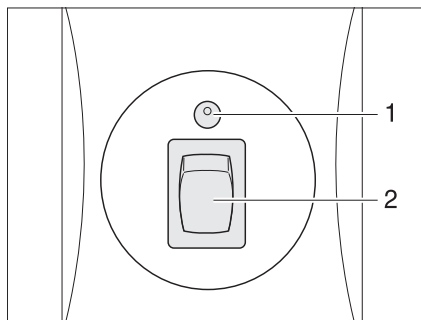

Fig. 143 Unité de commande
Seules les fonctions électriques peuvent être activées sur l'unité de commande (Fig. 143). Les robinets principaux des bouteilles de gaz doivent être ouverts manuellement.
Le voyant de contrôle sur l'unité de commande indique l'état de l'installation de gaz. Quand le voyant de contrôle (Fig. 143,1) est vert, l'installation fonctionne correctement. Il y a un dérangement quand le voyant de contrôle rouge clignote ou est allumé. L'alimentation en gaz est coupée.
- Allumer l'installation sur l'unité de commande (Fig. 143). Mettre le commutateur à bascule (Fig. 143,2) sur "I". Le voyant de contrôle jaune (Fig. 143,1) clignote (test du système) puis passe au vert.
- Mettre le commutateur à bascule (Fig. 143,2) sur "O". Le voyant de contrôle (Fig. 143,1) s'éteint.